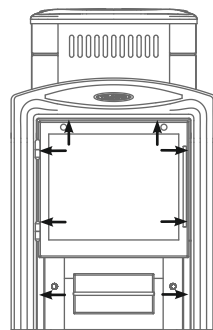

Рисунок 6. Места установки саморезов
- 1) открутить саморезы 8 шт., которыми прикрепляется дверка с рамкой к топливному каналу и снять ее (см. рисунок 6);